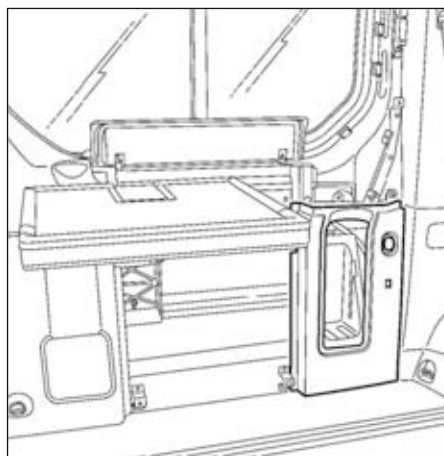

FIG.52
- Reposer la garniture de poubelle (Fig.52).